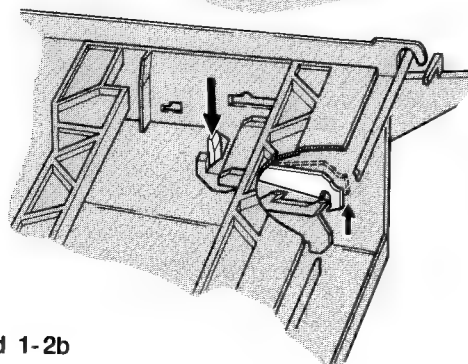

Bild 1-2b
- Beim Nachhinterschieben des Liftes Sperrhebel nach unten drücken. Bild 1-2b.